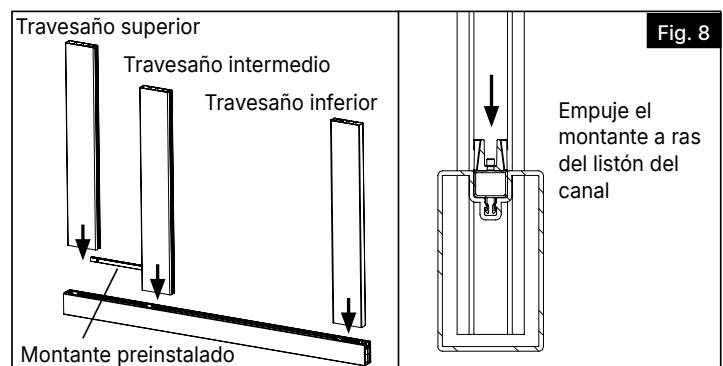

Fig. 8
- d. Instale los travesaños en el montante en la orientación indicada (Fig. 8).